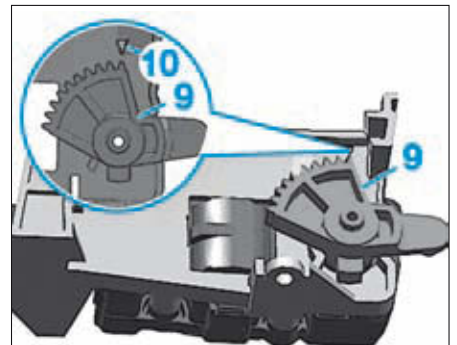

FIG. 35
- Dégrafer le segment denté (9) de l'arbre du servomoteur (Fig.35).
- Veiller à ce que la première dent du segment denté (9) soit en face du repère (10) (Fig.35).